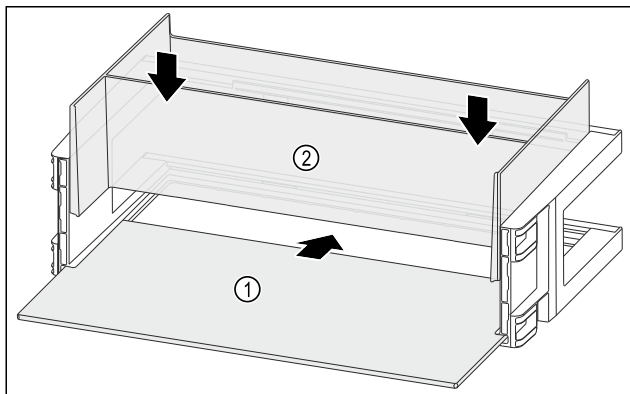

Fig. 116
- Odkládací plochu Fig. 116 (1) zasuňte do bočních vybrání.
- Organizér Fig. 116 (2) vložte.